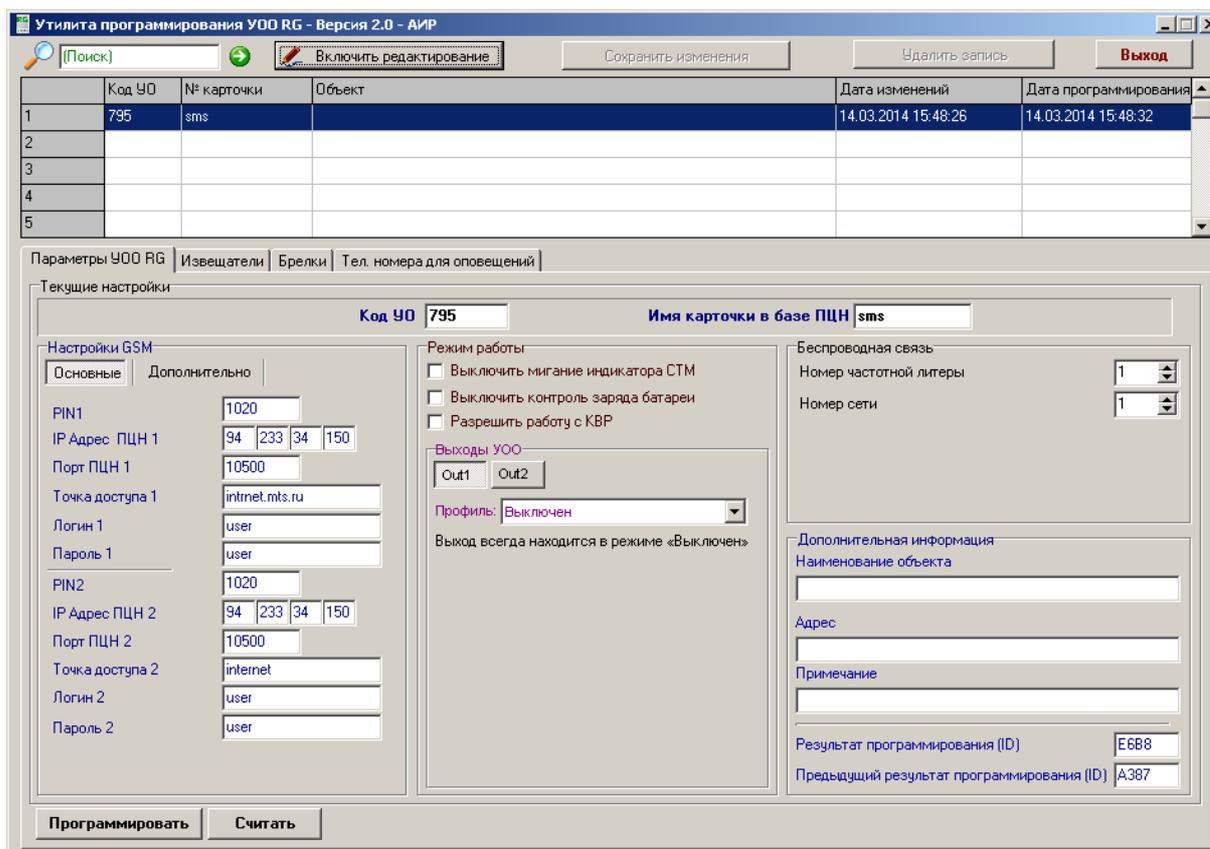

Рисунок 1. Окно конфигурационной программы «Prog\_RG.exe».
6.4. На компьютере запустите утилиту «Prog\_RG.exe» (рисунок 1).